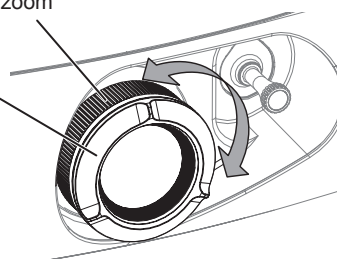

Figura 2
5) Ajuste el zoom y el enfoque. (Figura 2)